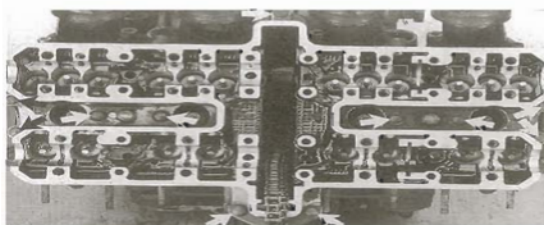

Bild 110
- Befestigungsschrauben des Zwischenbanketts (Bild 110) ausdrehen und Bankett abnehmen.
- Zwei Passhülsen einsetzen und Dichtung des Zwischenbanketts auflegen («UP» weist lesbar nach oben). Zwischenbankett aufsetzen und Befestigungsschrauben (Bild 110) schrittweise von innen nach aussen festziehen.